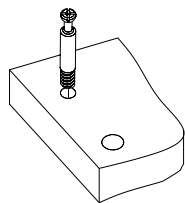
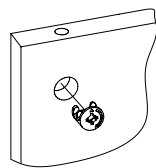

Рис.1
Рис.2
1. Подготовьте детали к сборке. Вкрутите шпильки минификс в детали 1 и 9 (Рис.1). Вставьте головки минификс в детали 2, 3, 4, 5, 6, 7 (Рис. 2).